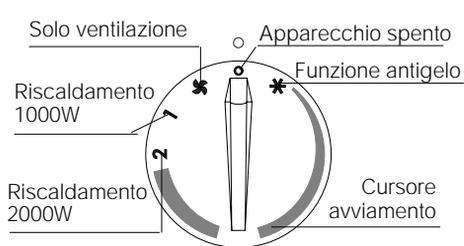
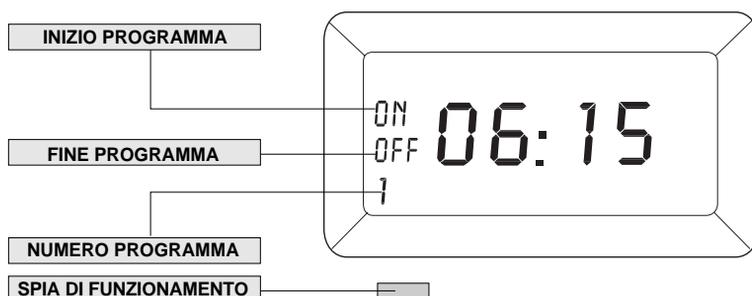

fig. 5
fig. 6
- Nel modello provvisto di timer elettronico portare il cursore di avviamento (fig. 5) sulla posizione I, si accende la spia di funzionamento (fig. 6).
- Nel modello provvisto di timer elettronico portare il cursore di avviamento sulla posizione I (fig. 5). Si accende la spia di funzionamento (fig. 6).
- Ruotare in senso orario la manopola sulla posizione ✱ "servizio estivo" (solo ventilazione) (fig. 5).
Per spegnere l'apparecchio riportare la manopola del selettore funzioni + termostato nella posizione "O" (fig. 5) e, per i modelli provvisti di timer, portare il cursore avviamento nella posizione "O" (fig. 5). La spia di funzionamento si spegne.
- Premere il pulsante \odot e contemporaneamente il pulsante $h+$ (fig. 5) fino al raggiungimento dell'ora esatta, quindi rilasciare entrambi i pulsanti.
- Premere contemporaneamente il pulsante \odot ed il pulsante $min+$ (fig. 5) per la regolazione dei minuti quindi rilasciare entrambi i pulsanti.
1. Portare il cursore di avviamento in posizione AUTO (fig. 5).
2. Premere il pulsante \oplus per accedere al 1° programma di accensione. Sul display appare la scritta ON ed il numero del programma, vedi fig. 6.
4. Per impostare l'ora di fine programma premere nuovamente il pulsante \oplus . Sul display appare la scritta OFF e 1 (fig. 6). A questo punto impostare l'ora agendo sui pulsanti $h+$ e $min+$.
A questo punto per far partire l'apparecchio all'ora programmata, portare il selettore funzioni ed il termostato (fig. 5) nella posizione desiderata seguendo le istruzioni riportate nel paragrafo "RISCALDAMENTO E REGOLAZIONE TERMOSTATO".